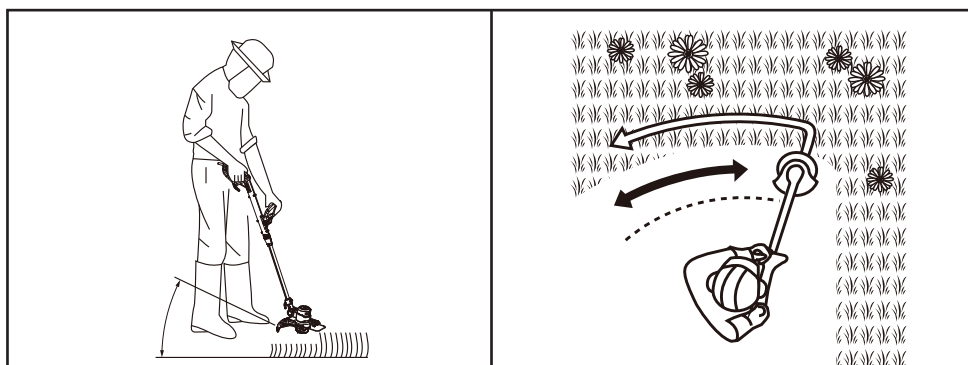

Fig. 8
- Certifique-se de que a sua posição é estável e segure firmemente a máquina com as duas mãos na pega superior (1) e na pega auxiliar (6).
- Ajuste o ângulo da pega principal (1) para 0° para aparar.
- Mantenha a cabeça de corte (15) a poucos centímetros do solo, num ângulo de aproximadamente 30° (Fig. 8).
- Mova a máquina descrevendo um movimento em arco lento e regular, da esquerda para a direita, antes de a deslocar novamente para a posição inicial para aparar a área seguinte (Fig. 8).